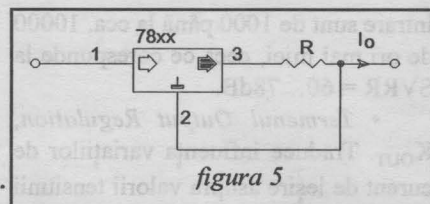

figura 5
Montajul practic, figura 5, nu necesită decât conectarea unui rezistor între pinul de ieșire și pinul COMMON (COM; ADJ; GND).
**Stabilizator de curent.** Montajul este cel din figura 5, cu modificările cuvenite în calcul, deoarece tensiunea de referință în acest caz este de 1,2V (în loc de 5V). Pentru un curent de ieșire  $I_0$  necesar (în A), valoarea lui  $R$  (în  $\Omega$ ) va fi  $1,2/I_0$ , conectat între ieșire și pinul de reglaj.